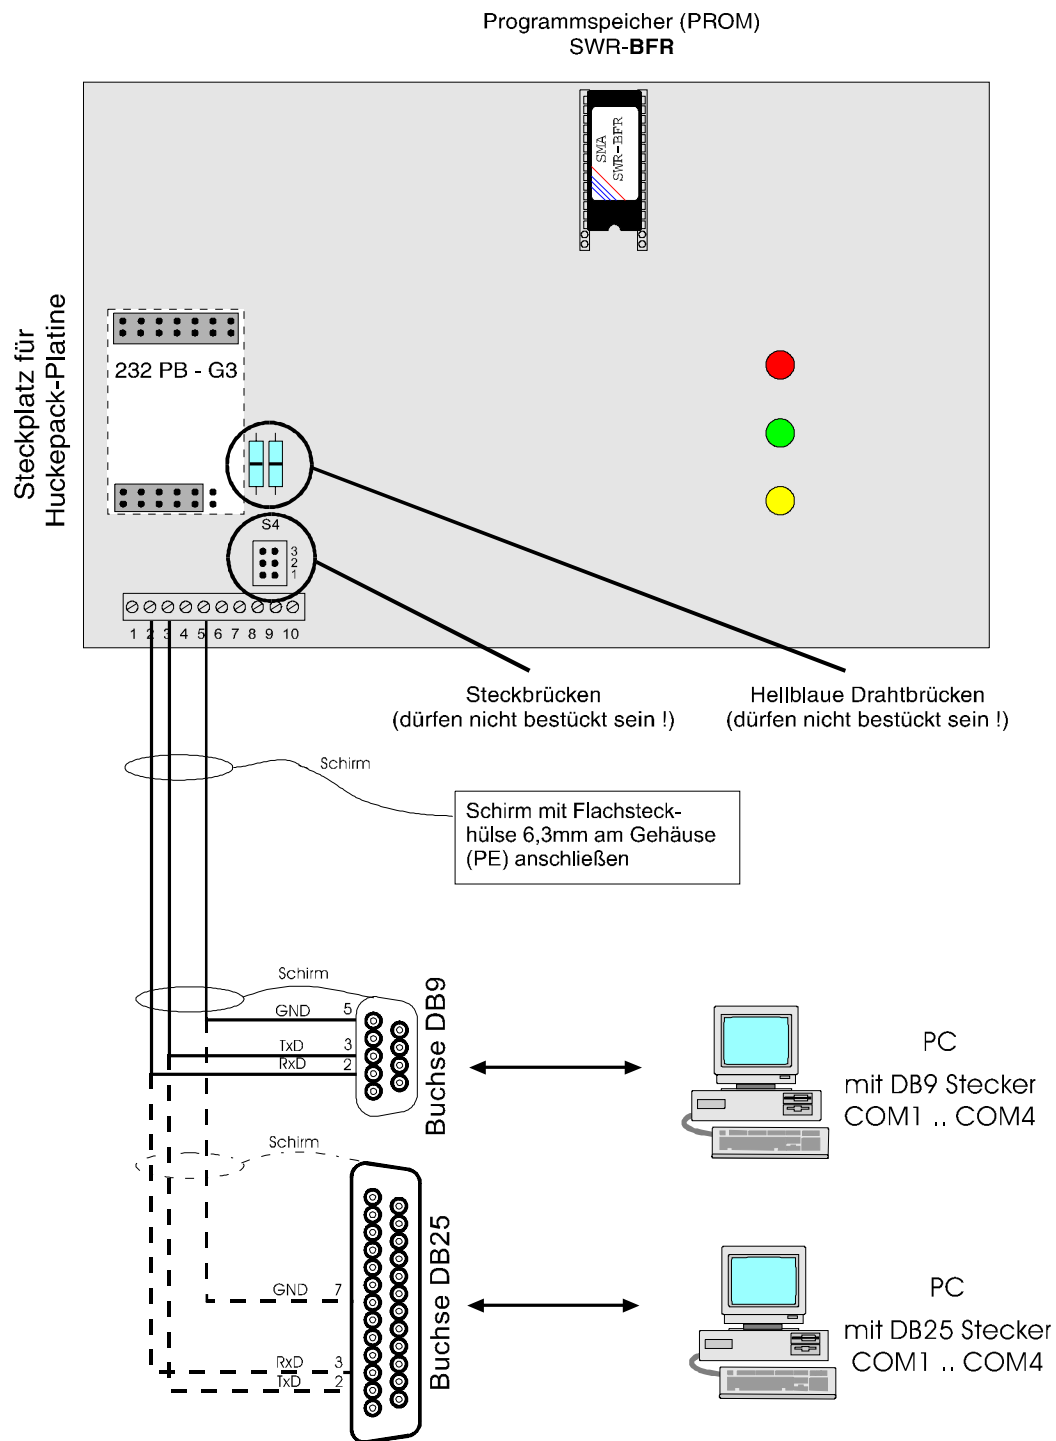

Abbildung 6.3: Betriebsführungsplatine *Sunny Boy* mit angeschlossener RS232-Verkabelung
- Die hellblauen Drahtbrücken (Widerstände in Abb. 6.3) auf der Betriebsführungsplatine sind **nicht** bestückt.